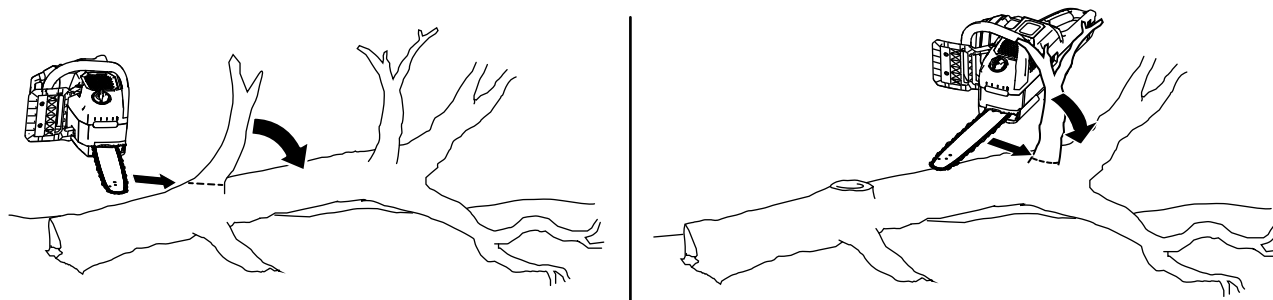

Figura 19
2. Trabajando desde la base del árbol hacia arriba, corte las ramas más pequeñas del árbol que no soportan el peso del árbol sobre el suelo (Figura 19).